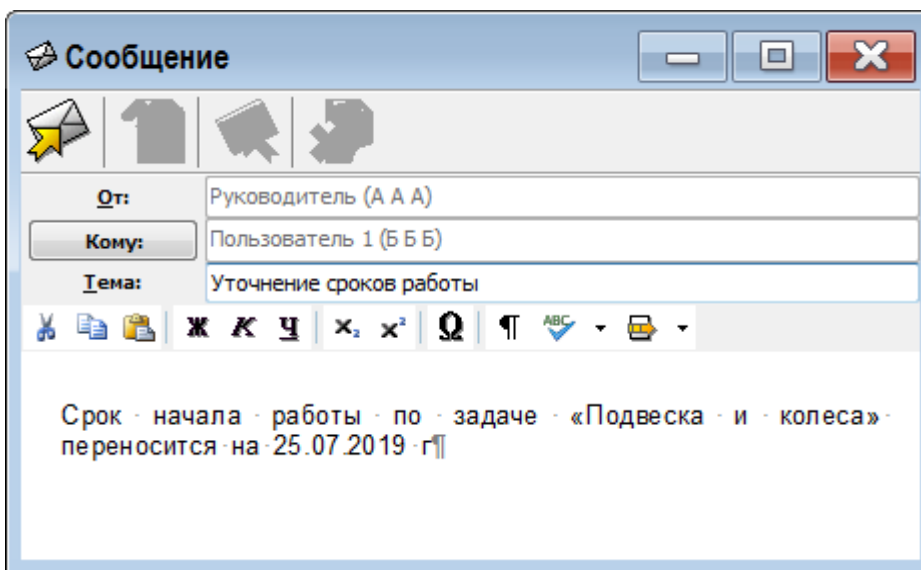

Рисунок 83
- 3) Введите текст в нижней части окна текст сообщения (рисунок 83).